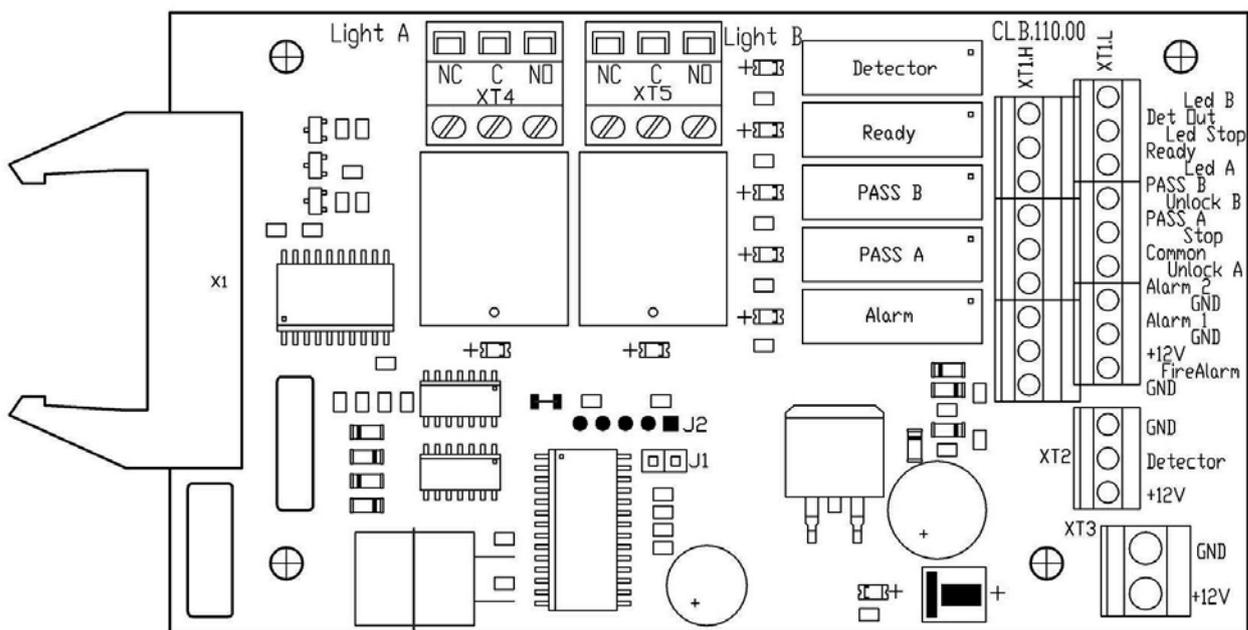
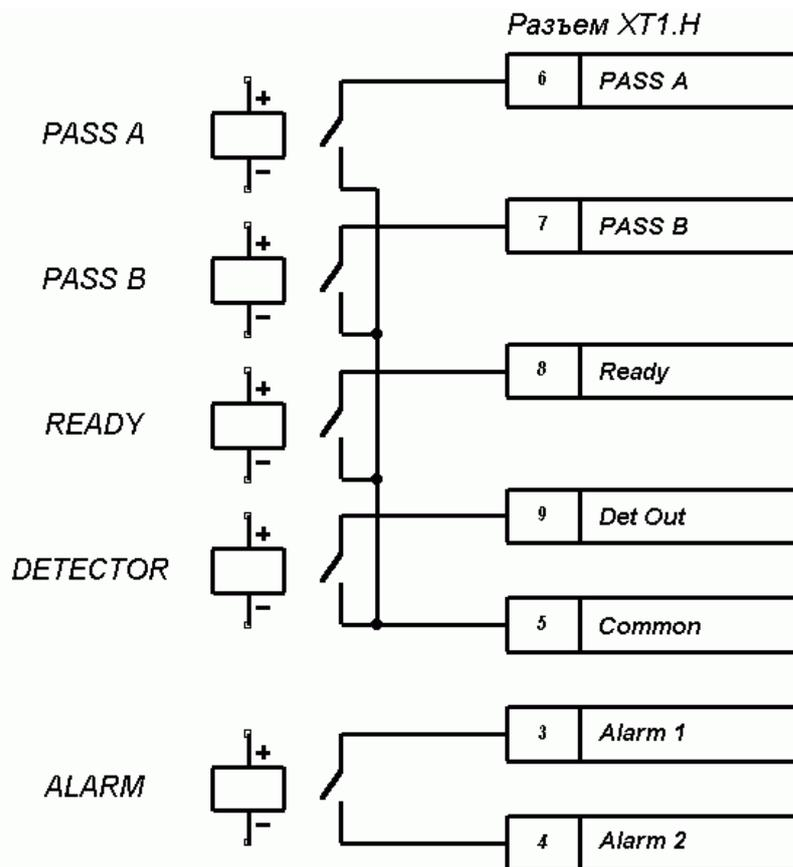

Рисунок 3 – Внешний вид платы CLB
Рисунок 5 – Выходные каскады для PASS A, PASS B, Ready, Det Out и Alarm.
6.2.4 Пульт управления выполнен в виде небольшого настольного прибора в корпусе из ударопрочного АБС пластика и предназначен для задания и индикации режимов работы при ручном управлении ТВ01. Пульт управления подключается к плате CLB гибким многожильным кабелем (17) через клеммную колодку "XT1.L" (см. рисунок 3).
На лицевой панели пульта управления расположены три кнопки для задания режимов работы ТВ01. Над кнопками расположены индикаторы. Средняя кнопка STOP (далее – кнопка "Запрет прохода") предназначена для переключения ТВ01 в режим "Запрет прохода". Левая и правая кнопки (далее – кнопки "Разрешение прохода") предназначены для разблокировки ТВ01 в выбранном направлении. Изменить ориентацию пульта управления относительно установки стойки ТВ01 (если на месте установки стойка обращена к оператору не лицевой, а тыльной стороной) можно, поменяв местами провода от пульта управления, подключаемые на контакты Unlock A и Unlock B а также Led A и Led B соответственно (рисунок 3 и рисунок А.1 Приложения А).
6.2.5 На плате CLB (см. рисунок 3) расположены:
6.4.3 Реле PASS A (контакты PASS A и Common), PASS B (контакты PASS B и Common), Ready (контакты Ready и Common), Detector (контакты Det Out и Common) и Alarm (контакты Alarm 1 и Alarm 2) имеют нормально-разомкнутые контакты. При этом общий для этих реле контакт Common не соединён с минусом источника питания турникета. В исходном (неактивном) состоянии при включенном питании контакты реле PASS A, PASS B, Ready и Detector замкнуты (на обмотку реле подано напряжение), а контакты реле Alarm разомкнуты (напряжение на обмотку реле не подано). Факт срабатывания/отпускания реле PASS A, PASS B, Ready, Detector и Alarm можно определить по загоранию/гашению красных индикаторов, которые установлены вблизи указанных реле (см. рисунок 3). Выходные каскады для PASS A, PASS B, Ready, Det Out и Alarm – контакты реле (см. рисунок 5) со следующими характеристиками сигналов:
6.9.2 Подключение датчика контроля зоны прохода производится к клеммной колодке «ХТ2», а сирены – к клеммной колодке «ХТ1.Н» платы CLB согласно схеме электрических соединений см. рисунок А.1 Приложения А и рисунок 3). Датчик контроля зоны прохода должен иметь нормально-замкнутые контакты.
На контакты Det Out и Common клеммной колодки «XT1.H» платы CLB (см. рисунок 3) всегда транслируется сигнал о текущем состоянии датчика контроля зоны прохода.
6.9.3 Подключение устройства, подающего команду аварийной разблокировки, производится к клеммной колодке «XT1.L» платы CLB согласно схеме электрических соединений (см. рисунок А.1 Приложения А и рисунок 3). Если вход Fire Alarm не используется, то необходимо установить перемычку между контактами Fire Alarm и GND.